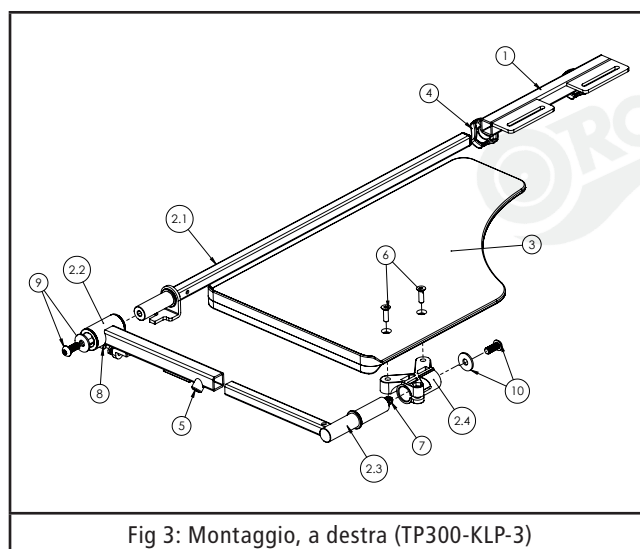

Fig 3: Montaggio, a destra (TP300-KLP-3)
1. per smontare seguire la fig. 3 e per montare la fig. 4.
2. L'asta (2) del piano è tenuta da un supporto (1).
4. Il piano (3) viene poi allentato dall'asta.
5. Le viti (9) e (10) vengono svitare completamente e viene allentata la vite di regolazione (5). L'asta può essere smontata nelle sue singole parti 2.1, 2.2, 2.3 e 2.4.